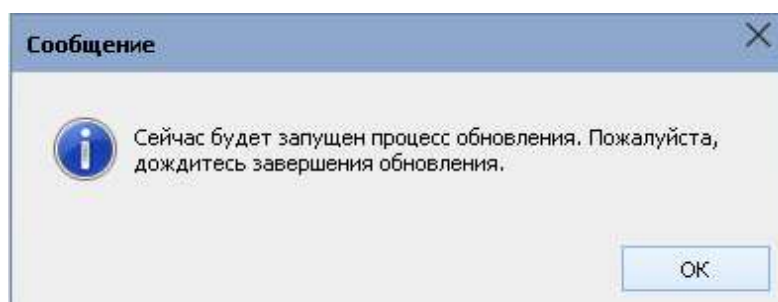

Рисунок 12 – Сообщение, полученное после нажатия кнопки «Обновить ПО»
1. После нажатия кнопки «Обновить ПО» будет выведено следующее сообщение (Рисунок 12).